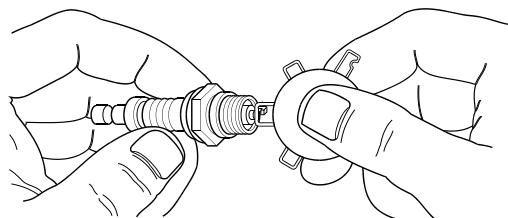

Figure 4-3 : Réglage de l'écartement des bougies d'allumage
5. Vérifiez l'écartement des électrodes à l'aide d'une jauge d'épaisseur à fils. Voir Figure 4-3. Régalez l'écartement en pliant soigneusement l'électrode de masse à :